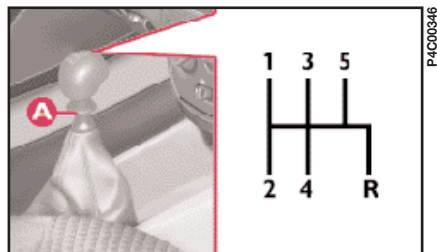

fig. 2
Per inserire le marce, premere a fondo la frizione e mettere la leva del cambio in una delle posizioni dello schema (fig. 2) (lo schema è riportato anche sull'impugnatura della leva).
Per inserire la retromarcia (R) attendere che la vettura sia ferma e, dalla posizione di folle, occorre sollevare il collarino scorrevole A (fig. 2) sottostante il pomello e contemporaneamente spostare la leva verso destra e poi indietro.